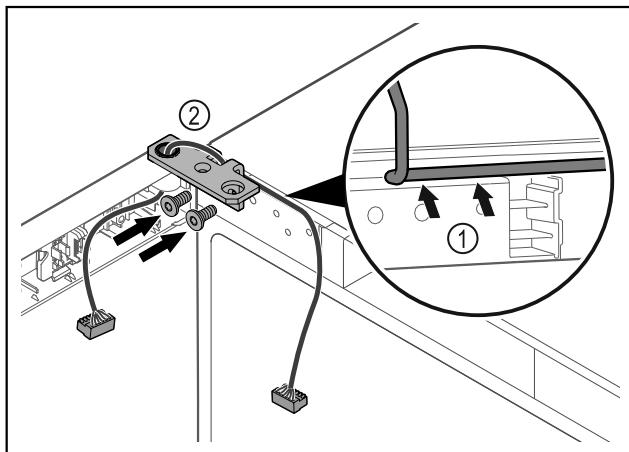

Fig. 48
- Provedite kabel kroz izrez na kutnoj šarci i oprezno ga položite Fig. 48 (1).
- Navrnite kutne šarke Fig. 48 (2).